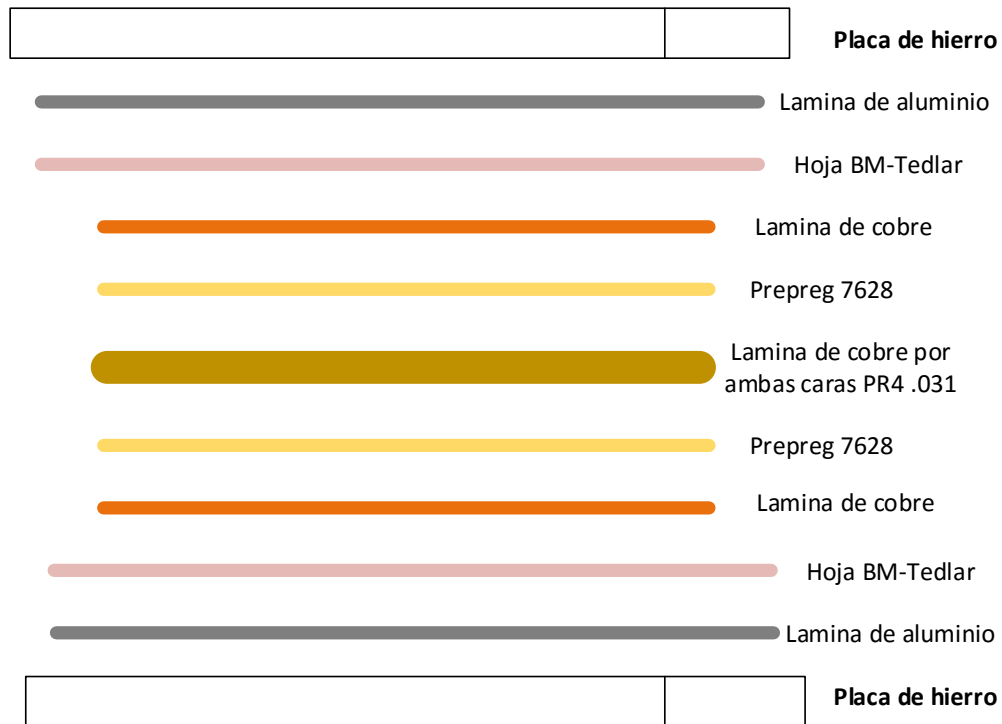

Figura 23. Capas internas 3y 4.
- Se realiza la unión de las capas con la máquina Quick Press, para esto se ubicó una lámina de BM-Tedlar y otra lámina de aluminio a ambos lados como se muestra en la Figura 23.